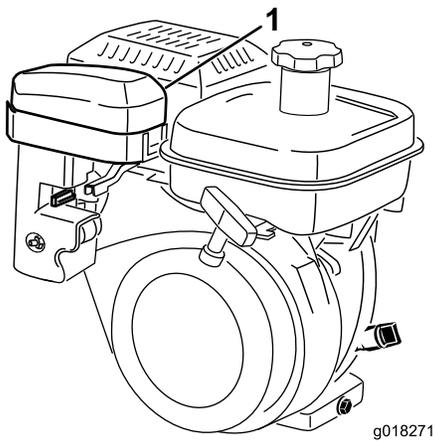
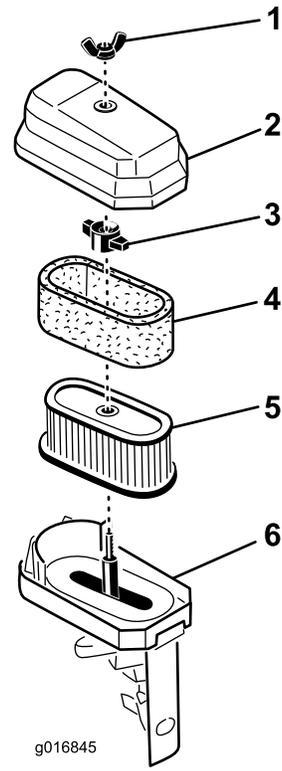

图 36
图 37
3. 清洁盖子图 36 和图 37。
4. 如果泡沫滤芯变脏请将其从纸质滤芯中取出图 37。按照以下方式清洁。